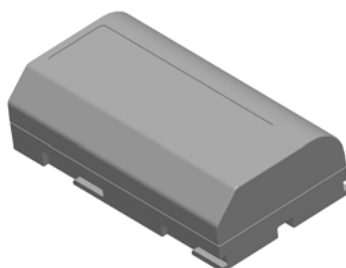

Рисунок 3.2. Литий-ионная 7,4 В аккумуляторная батарея Trimble
**Совет.** Зарядные устройства на пять батарей и на две батареи также можно использовать для зарядки 7,4-В литий-ионных аккумуляторных батарей Trimble, используемых в целях Trimble MultiTrack™ и Trimble Active Track 360, см. рис. 3.2.